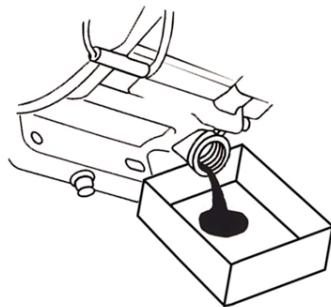

Рис. 15 Замена моторного масла
- С помощником наклоните мотокультиватор в сторону маслозаливной горловины двигателя и слейте отработанное масло через маслозаливную горловину в подготовленную для этого емкость (Рис. 15).